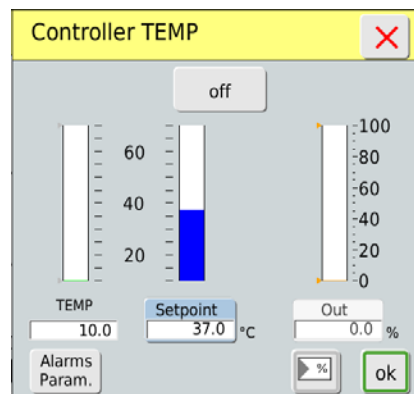

Fig. 27: Menu „Controller TEMP“ (Contrôleur TEMP)
- Abandon du menu „Alarm TEMP“ en appuyant sur la „croix rouge“. Vous retournez au menu „Controller Temp“ (Contrôleur temp) (fig. 27).